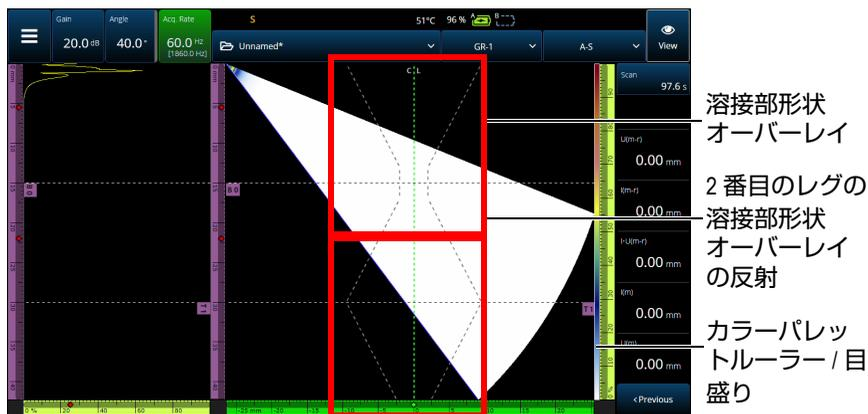
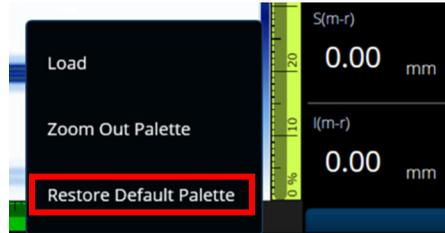

図 2-57 V オフセット溶接形状オーバーレイの例
図 2-61 Restore Default Palett（デフォルトのパレットを復元）
試験体にオーバーレイ (溶接部またはカスタム) が含まれる場合、オーバーレイの表示を切り替えることができます。オーバーレイは、S-スキャンビュー上に溶接部形状の描画または選択した描画を重ねて表示したものです。この機能は、試験体または溶接部形状に対する欠陥指示の位置づけを視覚化するのに役立ちます (116 ページの図 2-57)。オーバーレイの反射 (2 番目のレグ、3 番目のレグなどを考慮) は、Menu (メニュー) > Display (表示) > Overlay (オーバーレイ) > Multiple Legs (複数レグ) で ON/OFF にできます。
- ◆ カラーパレット（116ページの図 2-57の右側にあるルーラー/目盛り）をタップしたまま、**Load（読み込み）**を選択します。使用可能なカラーパレットを確認し、**Open（開く）**をタップしてパレットを変更します（120ページの図 2-60）。
- ◆ デフォルトのパレットを復元するにはパレットのルーラー/スケール（116ページの図2-57）を長押しして、Restore Default Palette（デフォルトのパレットを復元）タブ（121ページの図2-61）を選択します。